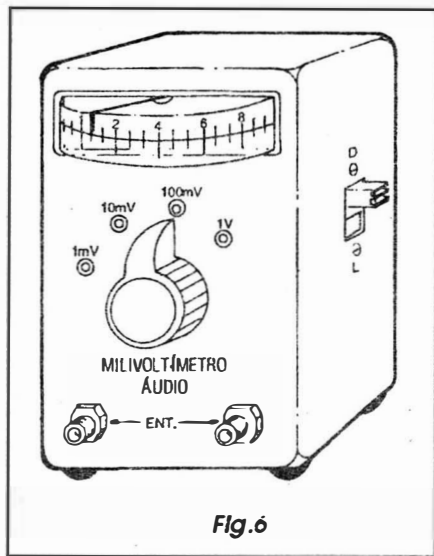

Fig.6
- FIG. 6 - ACOMODANDO O CIRCUITO NA CAIXA, E DANDO O ACABAMENTO AO PAINEL DO INSTRUMENTO... - Outros *lay outs* externos poderão ser adotados para o **MIVAU**, porém o sugerido na figura nos parece o mais elegante e prático (embora simples...). O importante é que todas as indicações fiquem bem visíveis e claras, principalmente quanto às faixas de medição, indicadas junto aos pontos de parada do *knob* da chave rotativa... Quanto à escala do galvanômetro, como as quatro faixas de medição são em múltiplos progressivos de 10, nenhuma alteração precisará ser feita, com as leituras tornando-se bastante intuitivas e diretas... Exemplos...? Com a chave de faixas em **1V**, se o ponteiro indicar **.6** na escala, torna-se claro que a leitura se refere a **0,6V**... Já com a chave seletora em **10 mV**, se o ponteiro indicar **.2**, fica mais do que óbvio que a leitura deve ser **2 mV**, e assim por diante... Como complemento para o uso prático do **MIVAU**, o leitor/*aluno* precisará ainda de um par de cabos flexíveis, **vermelho/preto**, dotados em uma das suas extremidades, de plugues *banana* nas respectivas cores, e com-